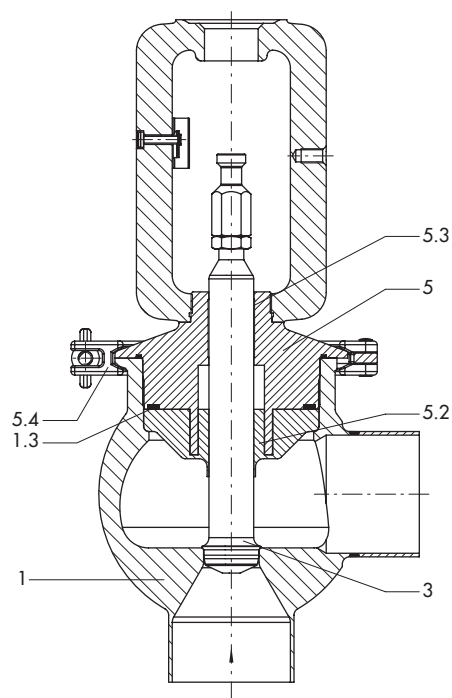
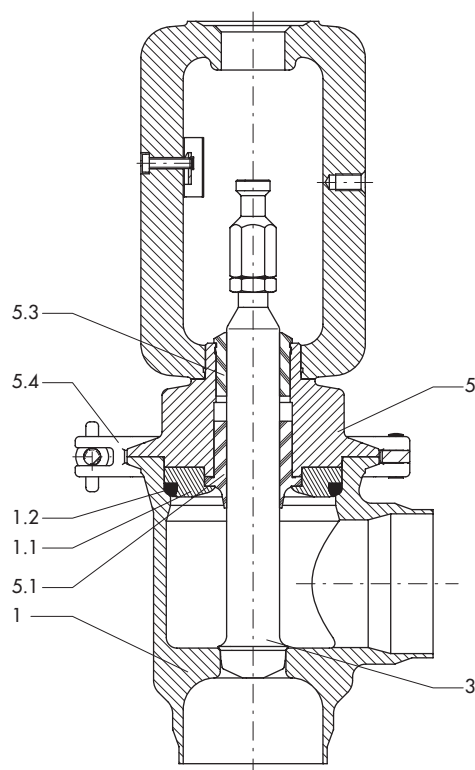
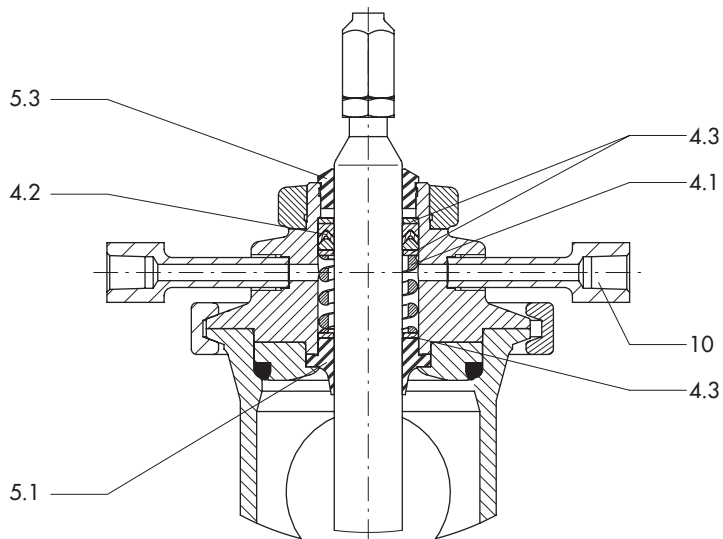
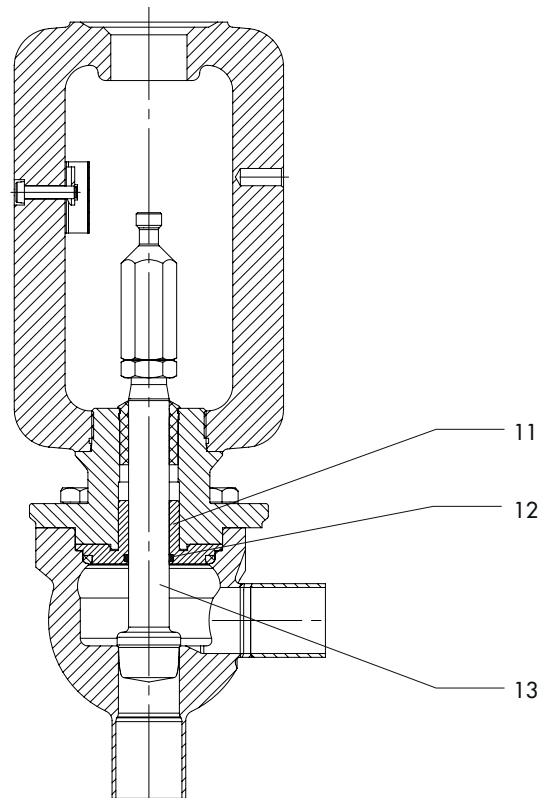

Fig. 3: Vanne type 3347, corps usiné dans la masse selon prescriptions 3A et EHEDG
Fig. 4: Vanne type 3347, exécution corps moulé
Fig. 5: Vanne type 3347, corps usiné dans la masse
Fig. 6: Vanne type 3347, exécution avec système d'étanchéité amélioré pour fluides qui cristallisent ou forment des dépôts.
- Chapeau avec **système d'étanchéité spéciale** (sans conformité 3A ni EHEDG, fig. 6)
Fonctionnement (fig. 3 jusqu'à fig. 6)
L'étanchéité de la tige de clapet est assurée par un joint PTFE. La tige de clapet est guidée vers l'extérieur par une autre douille (5.3), voir fig. 4 et fig. 5. L'étanchéité de la vanne est également assurée par un joint de corps et un joint de tige (5.2), voir fig. 3.
Pour la stérilisation de la tige de clapet par de la vapeur ou un fluide stérile, une barrière vapeur peut être prévue (fig. 5 (sauf exécution 3A et EHEDG)).
Légende de fig. 3 jusqu' à fig. 6